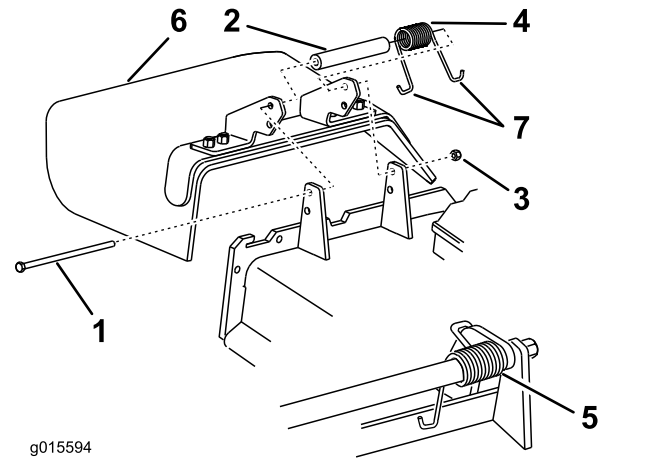

Figure 114
1. Retirez le contre-écrou, le boulon, le ressort et l'entretoise qui fixent le déflecteur aux supports de pivot (Figure 114).
2. Enlevez le déflecteur s'il est endommagé ou usé (Figure 114).
Remarque: Prenez soin de placer 1 extrémité en J du ressort derrière le bord du tablier avant de mettre le boulon en place, comme montré à la Figure 114.
6. Accrochez l'extrémité en J du ressort au déflecteur d'herbe (Figure 114).